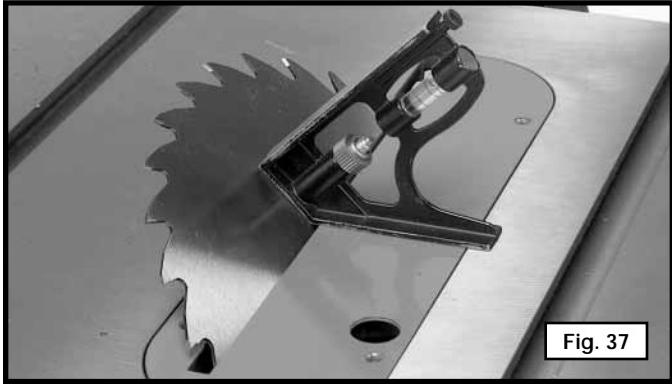
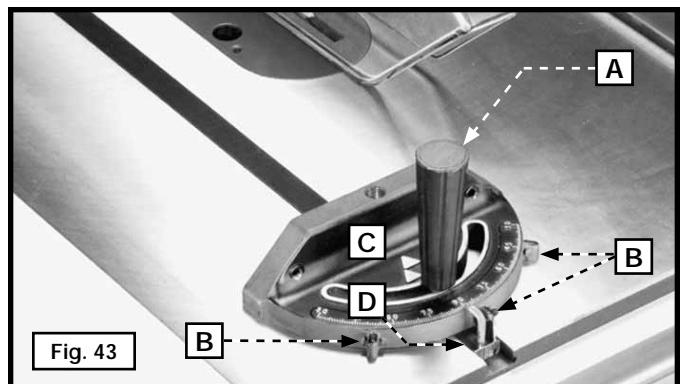

Fig. 37
Fig. 43
4. Tourner le volant d'inclinaison de la lame en sens antihoraire aussi loin que possible. Utiliser une équerre pour confirmer si la lame est à 45° par rapport à la surface de la table (fig. 37). Pour régler, tourner le volant d'inclinaison de la lame en sens horaire jusqu'à ce que la vis de réglage (D) fig. 43, et le contre-écrou (C) sont visibles. Desserrer le contre-écrou (C) et serrer ou desserrer la vis de réglage (D) jusqu'à ce que la tête de la vis (D) touche le boîtier à l'avant du tourillon lorsque la lame est à un angle de 45° par rapport à la table. Serrer le contre-écrou (C).
Le corps du guide d'onglet (C) peut s'arrêter à 90° et 45° autant à droite qu'à gauche, en pivotant le butoir pour dégager l'accès puis déplacer le corps du guide d'onglet (C) au-delà des repères de 90° et 45°. Pivoter le butoir (D) en place de sorte qu'il (D) touchera les vis de réglage (B). Pour pivoter le corps du guide d'onglet au-delà des ces trois repères, pivoter le butoir (D) fig. 43 pour dégager l'accès.
7. Installer les trois nouvelles courroies, une à la fois, dans les rainures sur la poulie de l'arbre (F) fig. 43, puis de la poulie du moteur.